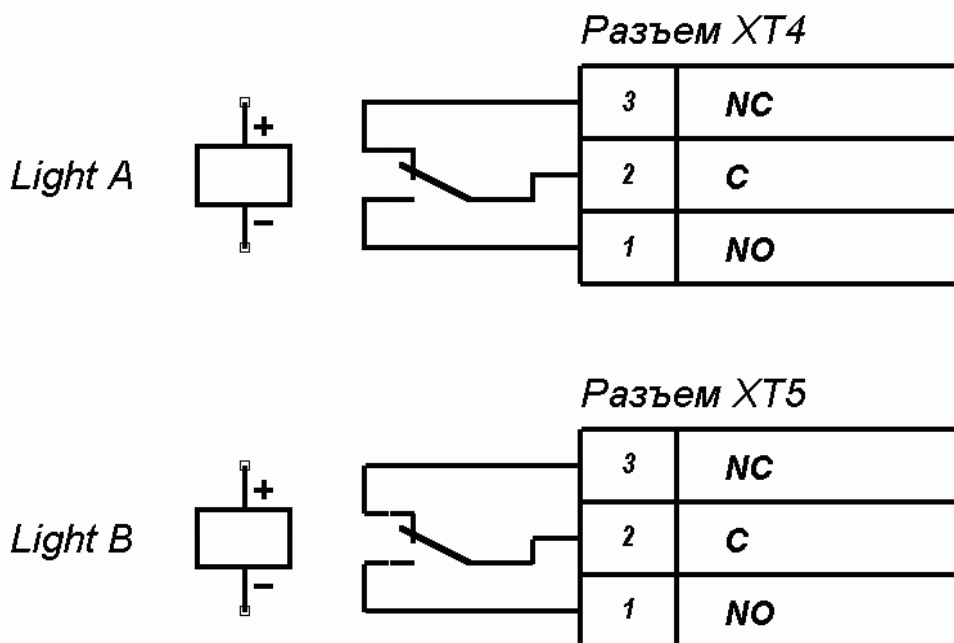

Рисунок 7 – Выходные каскады для Light A и Light B
6.9.4. Выносные индикаторы подключаются на клеммные колодки «ХТ4» (Light A) и «ХТ5» (Light B). При этом реле Light A (Light B) активизировано (на его обмотку подано напряжение), когда горит соответствующая данному направлению прохода зеленая стрелка на световом табло, и нормализовано (на его обмотку напряжение не подано), когда соответствующая данному направлению прохода зеленая стрелка на световом табло не горит. Факт срабатывания/отпускания реле Light A и Light B можно определить по загоранию/гашению красных индикаторов, которые установлены вблизи указанных реле (см. рисунок 2). Выходные каскады для Light A и Light B – перекидные контакты реле (см. рисунок 7) со следующими характеристиками сигналов: